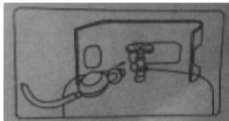

Abb. 1
1. Überprüfen Sie, ob sich das Gasflaschen-Eckventil im Uhrzeigersinn in die vollständig geschlossene Position dreht, und setzen Sie das Druckminderventil (wie in Abbildung 1 gezeigt) in das Gasflaschen-Eckventil ein.